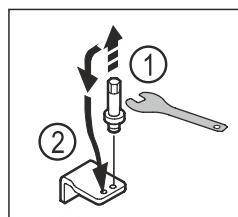

Fig. 17
- ▶ Deșurubați și demontați bolțurile de pe suportul inferior de lagăr cu cheia cu hexagon exterior SW5. Fig. 17 (1)
- ▶ Montați bolțurile pe partea opusă. Fig. 17 (2)